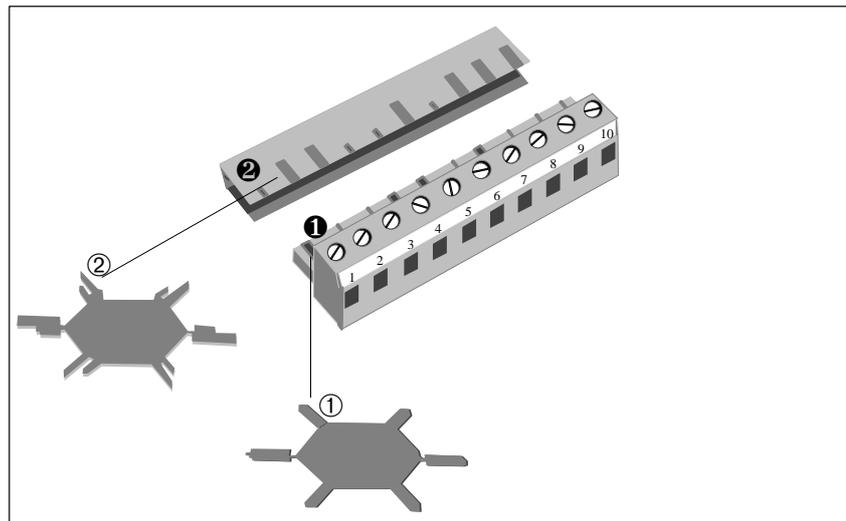

Figura 2-11 Codifica dei connettori contro le inversioni
Con i profili di codifica ① e gli elementi di codifica ② (vedere figura 2-11) è possibile proteggere i connettori contro le inversioni.